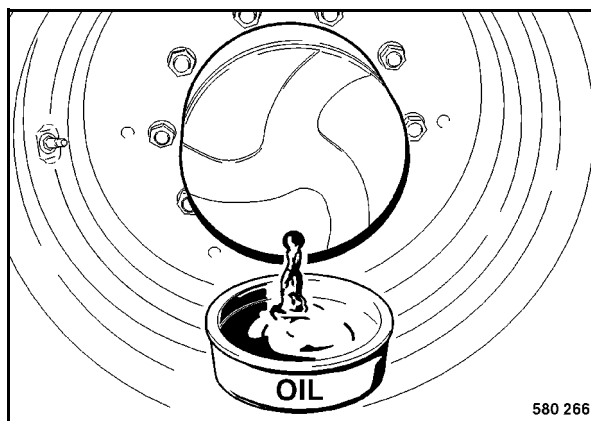

Fig. 196
- Colocar la rueda de accionamiento de forma que el tapón de cierre (Fig. 196) se encuentra en el punto más abajo.